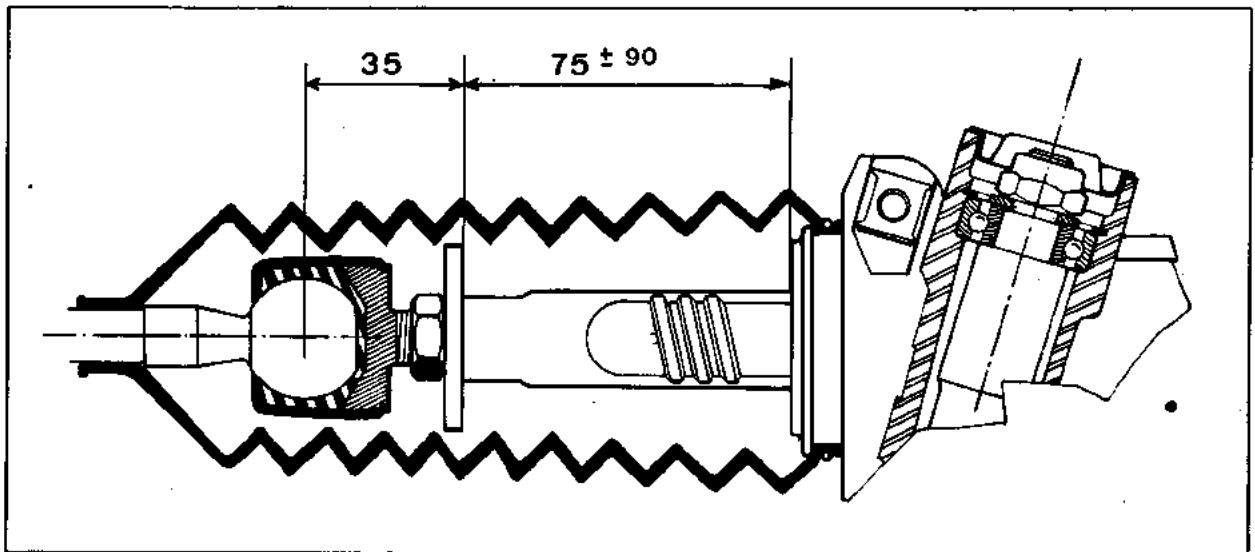

Fig. 3
De hart-afstand tussen de beide kogelgewrichten moet 665 mm bedragen; afstelling vindt plaats door de kogelgewrichten in of uit de tandheugel te draaien. De afstand tussen de binnenzijde van elke contra-moer en het uiteinde van het stuurhuis moet $75 \pm 0,9$ mm bedragen (fig. 3). Rubber hoezen (22) beschermen de uiteinden van de tandheugel tegen opspattend vuil; ze dienen tevens als vetkeerring en zorgen daarbij voor de smering van de kogelgewrichten op de uiteinden van de tandheugel.
- De spoorstangen (23) zijn in lengte verstelbaar om de sporing te kunnen afstellen. Het binnenste uiteinde (niet afstelbaar) is d.m.v. schroefdraad en een felsrand met het kogelgewricht aan stuurhuiszijde verbonden; het buitenste uiteinde (afstelbaar) is d.m.v. schroefdraad en een contra-moer op de fuseekogel gemonteerd.